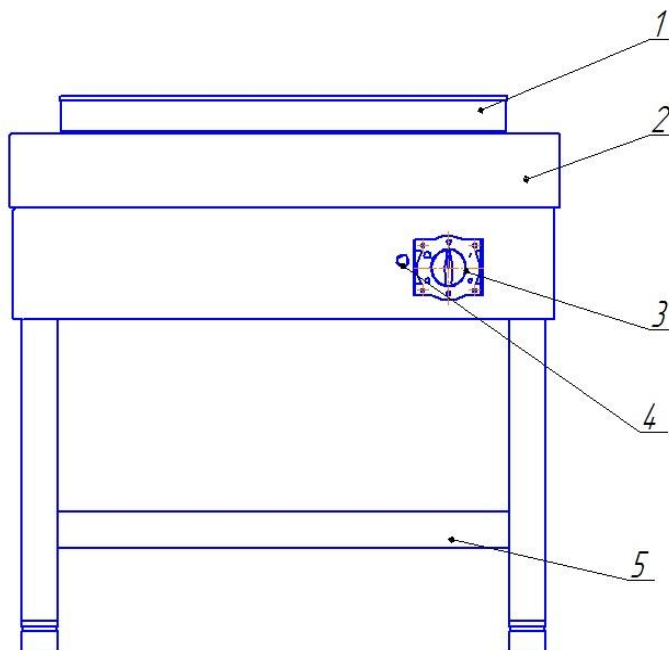

Рисунок 1- Плита-мармит электрический ПЭ-1-74МП:
Плита (Мармит электрический) рисунок 1 оснащена одной круглой конфоркой (диск с нагревательным элементом) поз. 1  $D=740$  мм, полкой поз. 5 и одним терморегулятором.
- 2) Установить ручку терморегулятора поз.3 рисунок 1 требуемый режим нагрева плиты. Убедится, что включена лампочка поз.4 рисунок 1.
2.3.3 Установить ручку терморегулятора поз.3 рисунок 1 на требуемый режим нагрева.